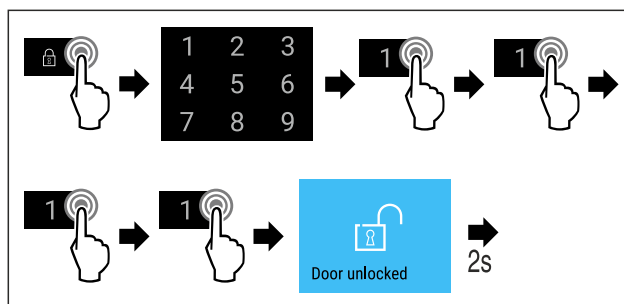

Fig. 78 Locking door using door code 1 1 1 1.
- ▶ Complete steps (see Fig. 78) .